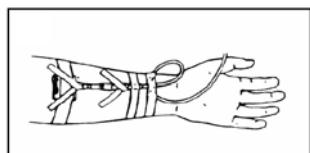

図2
- *10.チューブに張力がかかりカニューラが抜けたり、チューブが外れたりする事故防止のため血液回路等の延長チューブを輪状にテープで止める(図2)。